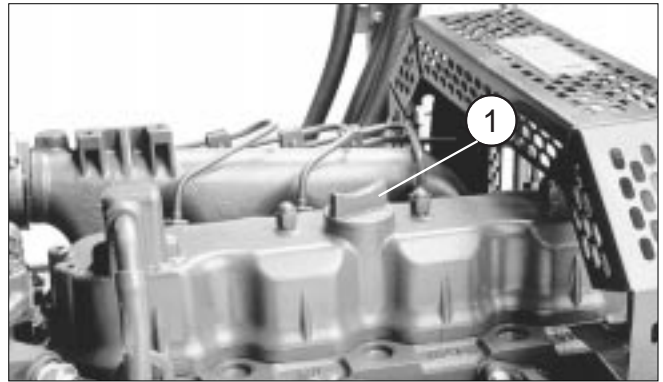

図3
4. FULLマーク以下であれば、給油口のフタ(図3)を取り、SAE 10W - 30グレードのオイルを補給してください。入れすぎ厳禁。オイルの容量はフィルタを含めて約7.6lです。